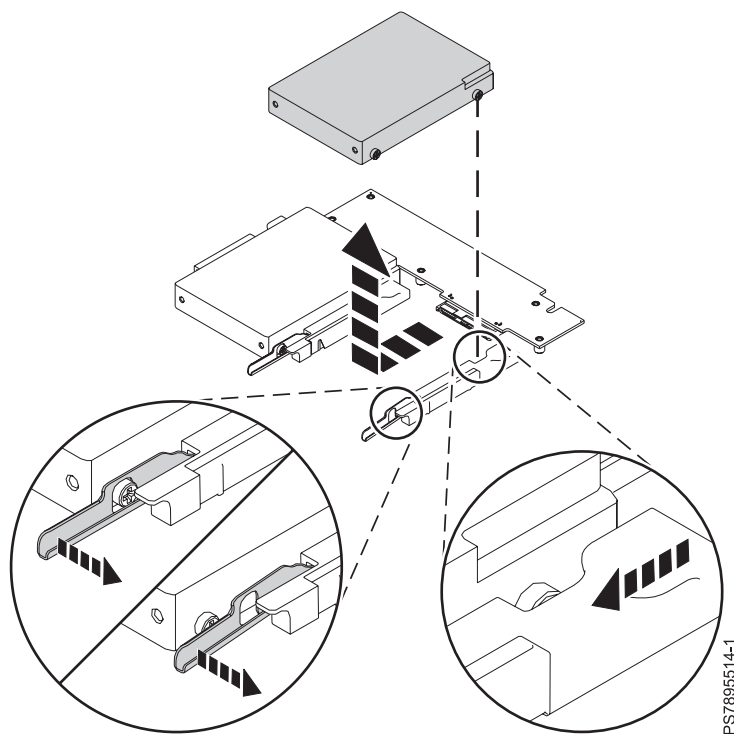

Figure 17. Retrait d'une unité de disque dur
- a. Soulevez le levier de dégagement bleu situé à l'avant du tiroir de l'unité (voir figure 17).